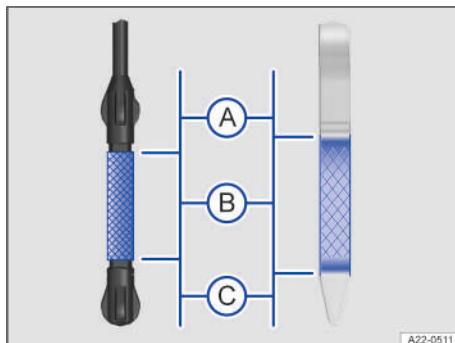

Fig. 252 Marcas del nivel de aceite del motor en la varilla de medición del nivel de aceite (variantes).
3. Extraiga nuevamente la varilla de medición y compruebe en ella el nivel de aceite como sigue → fig. 252:
No cargue nunca aceite del motor en exceso. Al final del proceso, el nivel de aceite debería encontrarse por el centro de la zona → fig. 252 B. No debería encontrarse en la zona A, por encima de → fig. 252 B, y no permita nunca que rebasa la zona → fig. 252 A.
5. Si ha añadido demasiado aceite por descuido y el nivel rebasa la zona → fig. 252 A, no ponga el motor en marcha → . Solicite la ayuda de personal especializado.